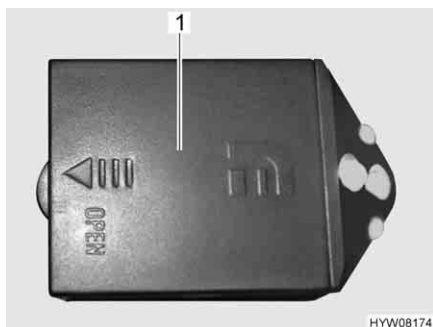

Fig. 175 Luci armadi guardaroba
- Spingere in direzione della freccia e rimuovere il coperchio (Fig. 175,1) delle luci armadi guardaroba.